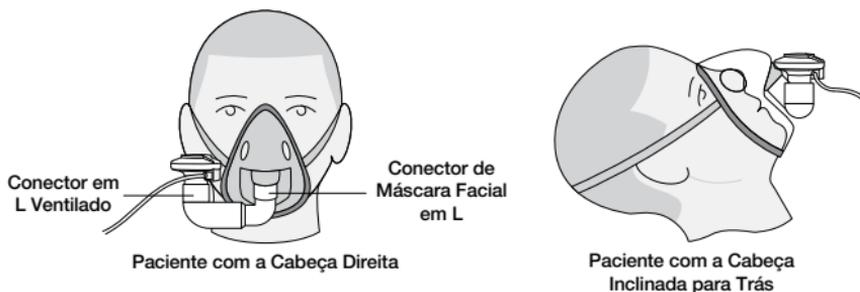

Figura 11. Ligação a uma máscara
2. Rode o conector em L ventilado de modo que este fique numa posição cómoda para o paciente (Figura 11).
Advertência: para assegurar uma nebulização correcta, mantenha o nebulizador numa posição vertical (Figura 11).